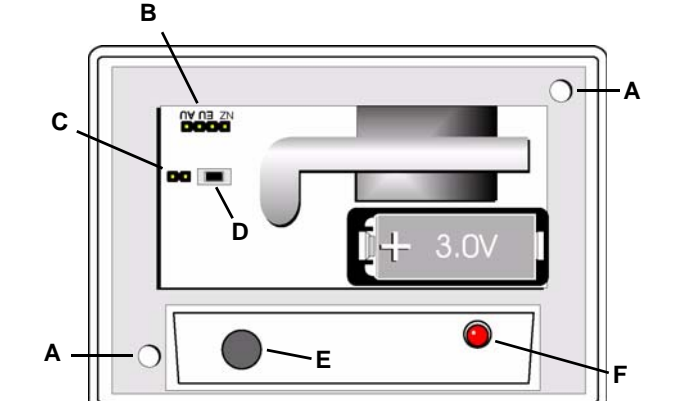

Fig. 1 Composants du ES1247
- Installez la pile (Fig. 1).
- Appuyez sur le bouton **Reset** pour initialiser l'émetteur (Fig.1).
- Placez un cavalier sur les broches de sélection de la bande de fréquences appropriée (Fig. 1).